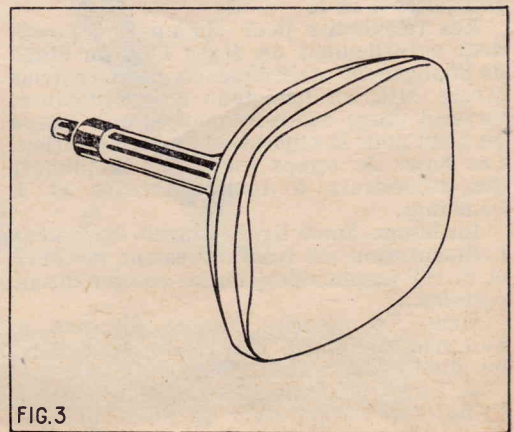
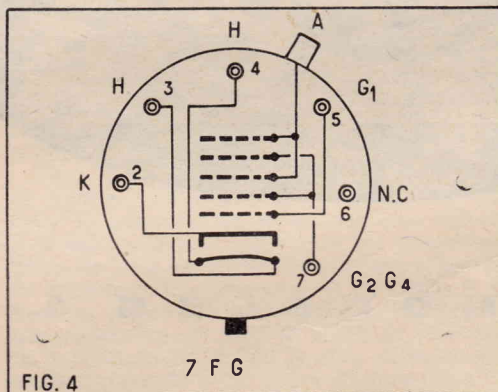

FIG. 3
FIG. 4
La figure 3 donne son aspect et la figure 4 son brochage. On voit, sur cette dernière que la cathode (broche 2), le wehnelt (broche 5), le filament (broches 3 et 4 marquées H) et l'anode de concentration (broche 7 marquée $G_2 G_4$) sont disposées comme dans les tubes normaux. L'anode finale (A) est connectée sur le bouton latéral. Il n'y a pas d'anode 1 ce qui simplifie encore l'utilisation du tube 8YP4.